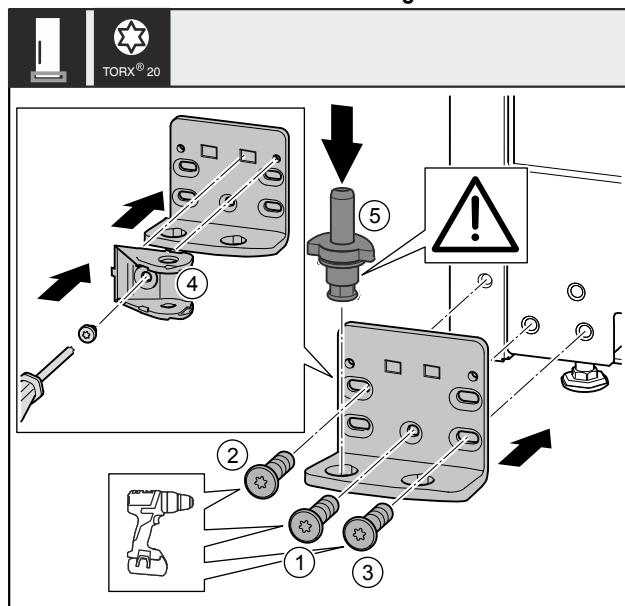

Fig. 36 *
- Coloque el soporte del cojinete en el otro lado y atorníllelo con un destornillador. Comience con el tornillo Fig. 36 (1) en la parte inferior central.*
- Atornille el tornillo Fig. 36 (2) y el tornillo Fig. 36 (3)*
- Gire la conexión del amortiguador de cierre Fig. 36 (4) 180°. Atornille el soporte del cojinete en el otro lado con un destornillador.*
- Inserte completamente los pernos del cojinete Fig. 36 (5). Asegúrese de que la leva de bloqueo apunte hacia atrás.*